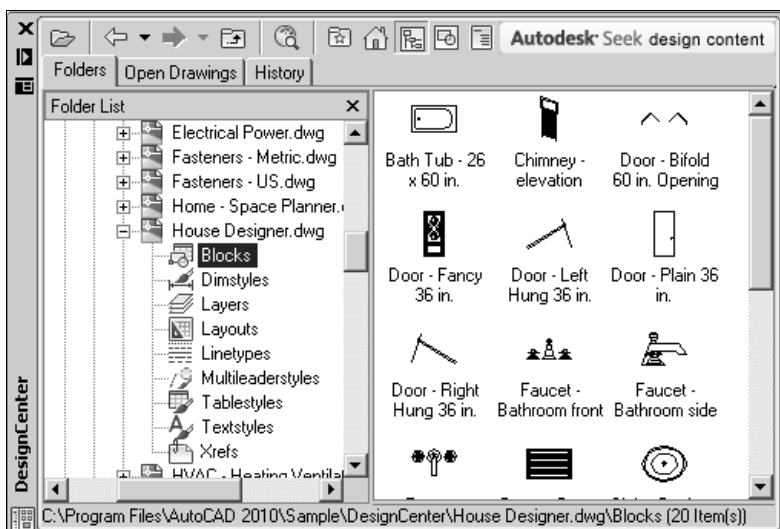

Рис. 16.6. Центр управления с раскрытыми списками именованных объектов файла
3. Выделите файл-источник в зоне структуры. В палитру загружаются все элементы, входящие в состав источника (рис. 16.6).